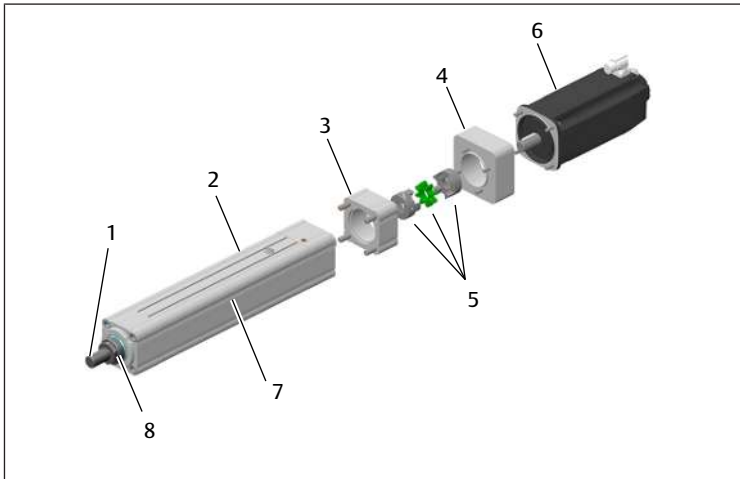

Fig. 5: Panoramica (grandezza 100 mm)
- Per grandezza 100 mm: vedere → Fig. 5.